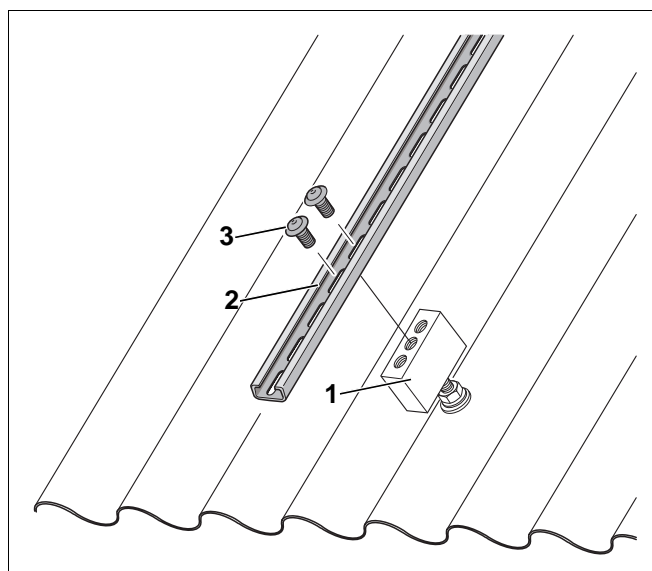

Abb. 7 Senkrechte Profilschiene befestigen
- Legen Sie die senkrechten Profilschienen (Abb. 7, **Pos. 2**) auf die Halteböcke (Abb. 7, **Pos. 1**) und richten Sie diese möglichst mittig aus.
- Verschrauben Sie die senkrechten Profilschienen jeweils mit zwei Innensechskantschrauben (Abb. 7, **Pos. 3**).